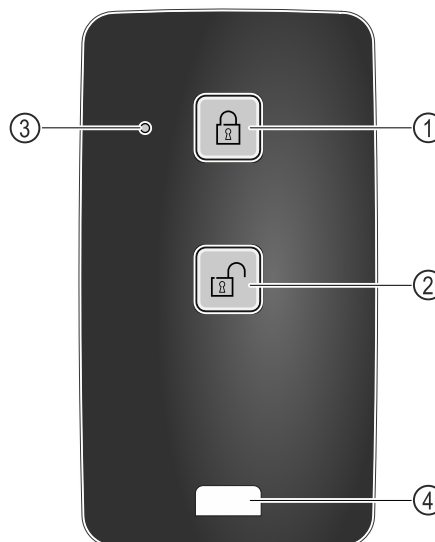

Fig. 147
- (1) Zablkování zámku
- (2) Odblokování zámku
- (3) Stavová LED
- (4) Upevňovací očko
- Na dálkovém ovládání stiskněte tlačítko Fig. 147 (1).
- Na dálkovém ovládání stiskněte tlačítko Fig. 147 (2).
- Stavová LED Fig. 147 (3) vydá při stisknutí tlačítka optickou zpětnou vazbu.
- Očko Fig. 147 (4) k upevnění dálkového ovládání, např. na svazek klíčů.